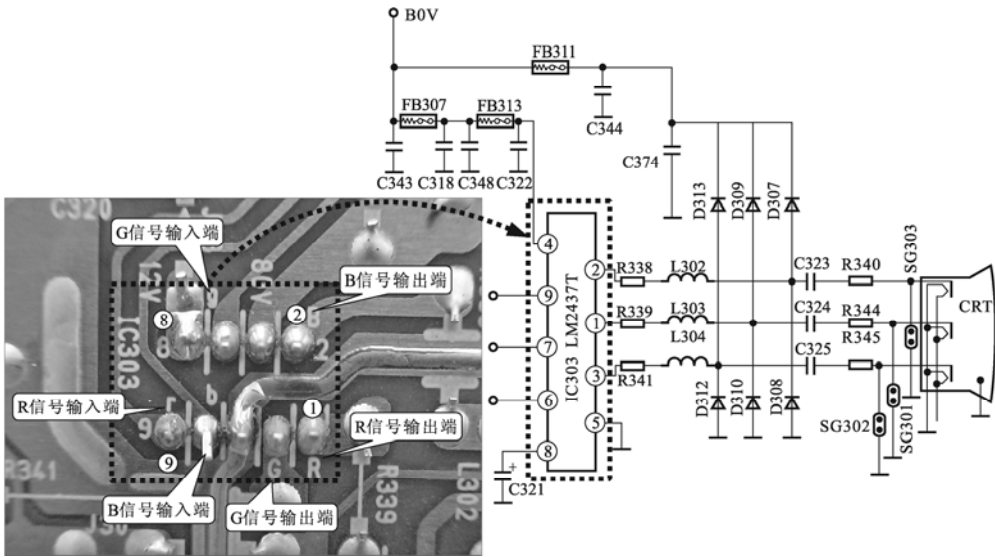

图 2-43 视频输出电路的引脚焊点与电路对照图
在检测该电路时，需要根据电路板背部的引脚焊点与电路图对照进行检测，如图 2-43 所示。集成电路 LM2437T 共有 9 个引脚，如图 2-43 所示中上排的引脚从右到左分别为②、
④、⑥、⑧脚，下排的引脚从右向左分别为①、③、⑤、⑦、⑨脚。表 2-3 所列为 LM2437T 集成电路各引脚的功能。